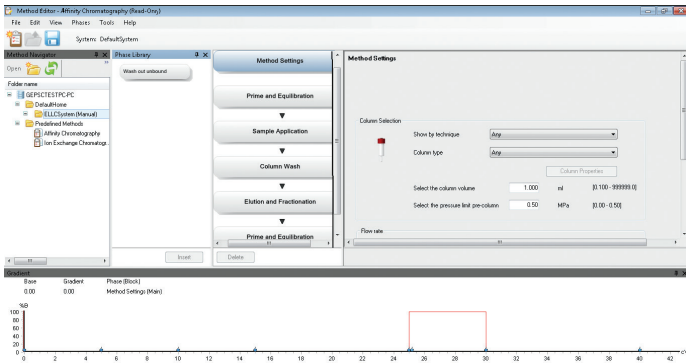

图 10. 方法编辑器模块的用户界面。只需从显示面板中拖放阶段，即可创建自定义方法
**方法编辑器** 模块可用于从预定义模板创建方法, 例如 **亲和**、**离子交换**、**凝胶过滤**和**脱盐**。只需拖放层析阶段 (Chromatography Phase) 即可创建自定义的方法, 例如从阶段库 (Phase Library) 中拖放 **平衡**、**上样**、**清洗**、**洗脱**和**收集** (图 10)。如果系统作为独立单元使用 (即系统未连接到计算机), 方法可以直接从 **系统控制** 模块运行, 或者简单地将 U 盘中方法导入到 ÄKTA start 系统中运行。